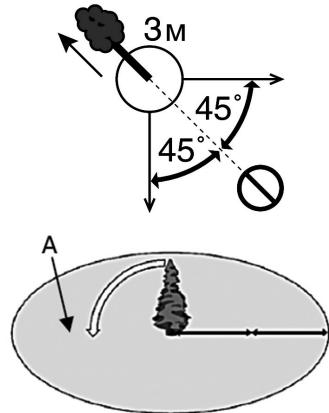

Рис. 9. Зона безопасности при валке дерева
4. Должен быть безопасный путь отхода. Путь отхода должен быть направлен по диагонали в сторону, противоположную направлению падения, под углом 45 градусов, необходимо отойти минимум на 3 метра от ствола, на тот случай, если во время падения комель дерева отскочит в сторону. Зона безопасности (A) должна быть не менее $2\frac{1}{2}$ высоты дерева (Рис. 9).